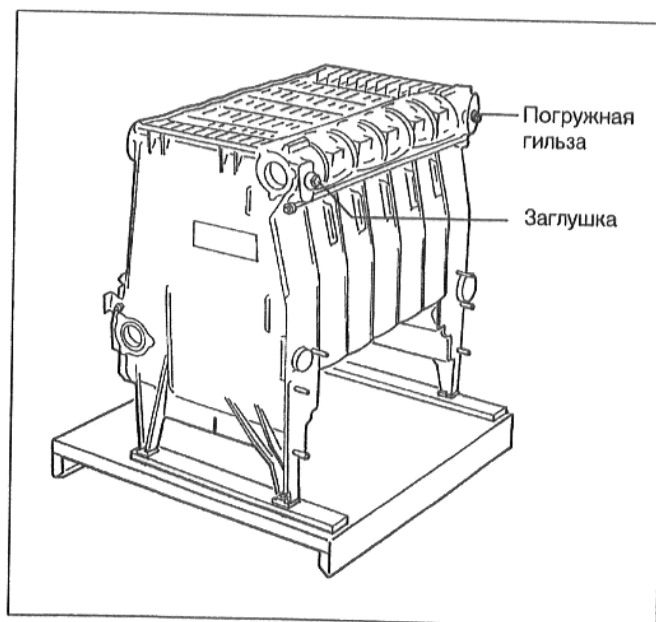

Рис. 14
- На передней стороне котла изолировать погружную гильзу и заглушку, используя пенку и уплотнительную массу для резьбы (Рис. 14).